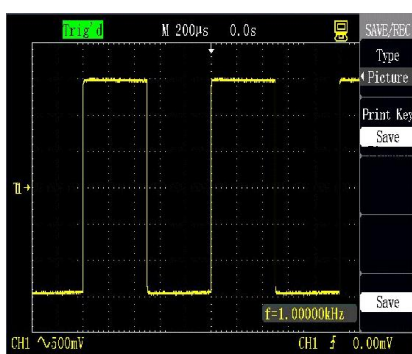

Figura 2-61 Salvamento de imagem
Como mostrado na figura 2-61, as imagens da forma de onda podem ser salvas na unidade de memória flash USB, mas não podem ser retornadas pelo osciloscópio. As imagens são gravadas no formato BMP padrão e somente podem ser abertas pelo software relacionado no computador.
**“Save”:** Pode ser usado para salvar a imagem da tela em um menu especial (veja o menu mostrado na figura 2-61).